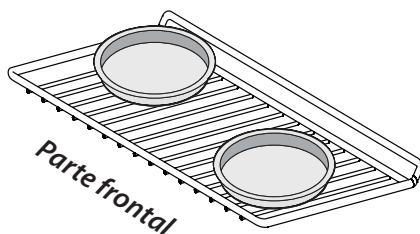

Figura 21: Hornear con una parrilla
- Al hornear con una sola parrilla, coloque las fuentes para horno como se muestra en la Figura 21. Deje al menos 2 pulgadas (5 cm) de espacio entre los utensilios para hornear para que el aire circule correctamente.